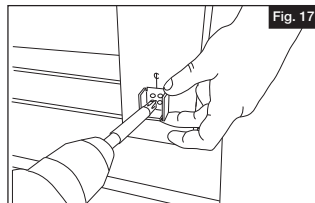

Fig. 17
- Trace una marca de intersección que representa la línea cen-tral deseada de su panel de barandal instalado. Coloque el soporte en su lugar, centrándolo en la superficie de montaje con la ayuda de la línea previamente trazada. Se fija utilizando 2 sujetadores adecuados para el material en el que se ins-tala el soporte (Fig. 17).